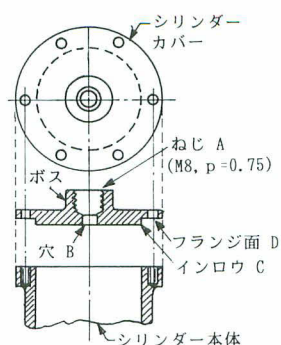
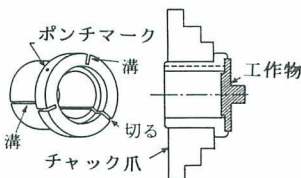

図5-16
図5-17
③両面から加工したいが心が狂っては困る場合や、外周に爪キズをつけたくない場合などは上の方法では不適當です。図5-16の例は小型エンジンのシリンダーカバー(蓋)です。ねじAの軸と穴Bと印箋部Cは心が一致し、6個の穴のあるフ
ランジ面Dと穴Bが直角であることが重要です。最初にボス(突起部)をくわえて外径、フランジ面、インロー外径、を加工します。問題は、裏返して今削った外径を三爪にくわえますと、まず絶対に心が一致しないことです。そこで図5-17のような「割りリング」が必要になるのです。作り方は、軟鋼棒を削ってつば付きのパイプを作ります。つばを外にして三爪チャックの爪にぴったり押しつけてくわえます。つば部分に、中ぐりバイトを使って図のように円板径(この例では図5-16の外径)に合わせた段を作ります。一番のチャック爪に対する所にポンチを打って合い印にし、チャックから外してマークの反対側を手ノコで縦に切り、内側のカエリ(切り口のメクレ上がり)をヤスリで削り取り、リングがすばみやすいように2か所に縦溝を入れます(目分量で120°間隔)。上のように片面を加工した工作物を段部にはめ、ポンチマークを一番の爪に合わせて三爪チャックにくわえ、ボス部を加工すると正しく心が出ます。